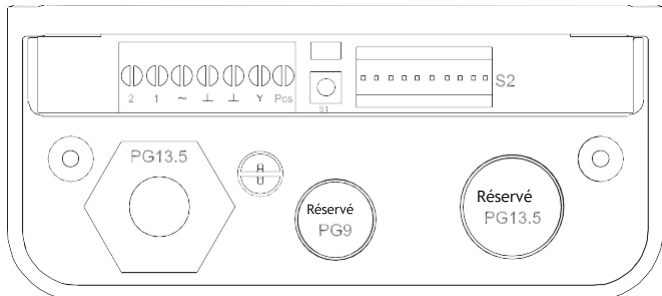

Fig. 1 Carte de circuit imprimé
**Auto-adaptabilité manuelle :** Maintenez enfoncé le bouton S1 de la carte pendant plus de 5 s (cf. Fig. 1.) jusqu'à ce que le voyant se mette à clignoter (1 Hz) pour indiquer le passage en mode d'auto-adaptation. L'actionneur va automatiquement jusqu'en bas puis remonte tout en haut. Quand la procédure est terminée, le voyant cesse de clignoter. L'actionneur se place ensuite à la position indiquée par le signal de commande.